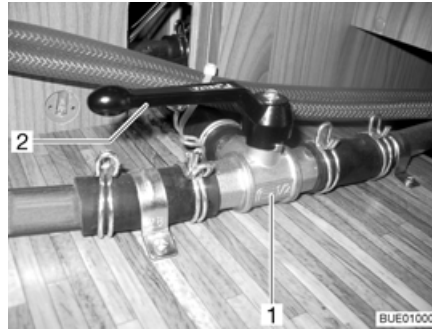

Fig. 159 Vanne à 3 voies
- Positionner le levier (Fig. 159,2) de la vanne à 3 voies (Fig. 159,1) parallèlement au sens du débit linéaire (Fig. 159).
- Positionner le levier (Fig. 159,2) de la vanne à 3 voies (Fig. 159,1) perpendiculairement au sens du débit linéaire.